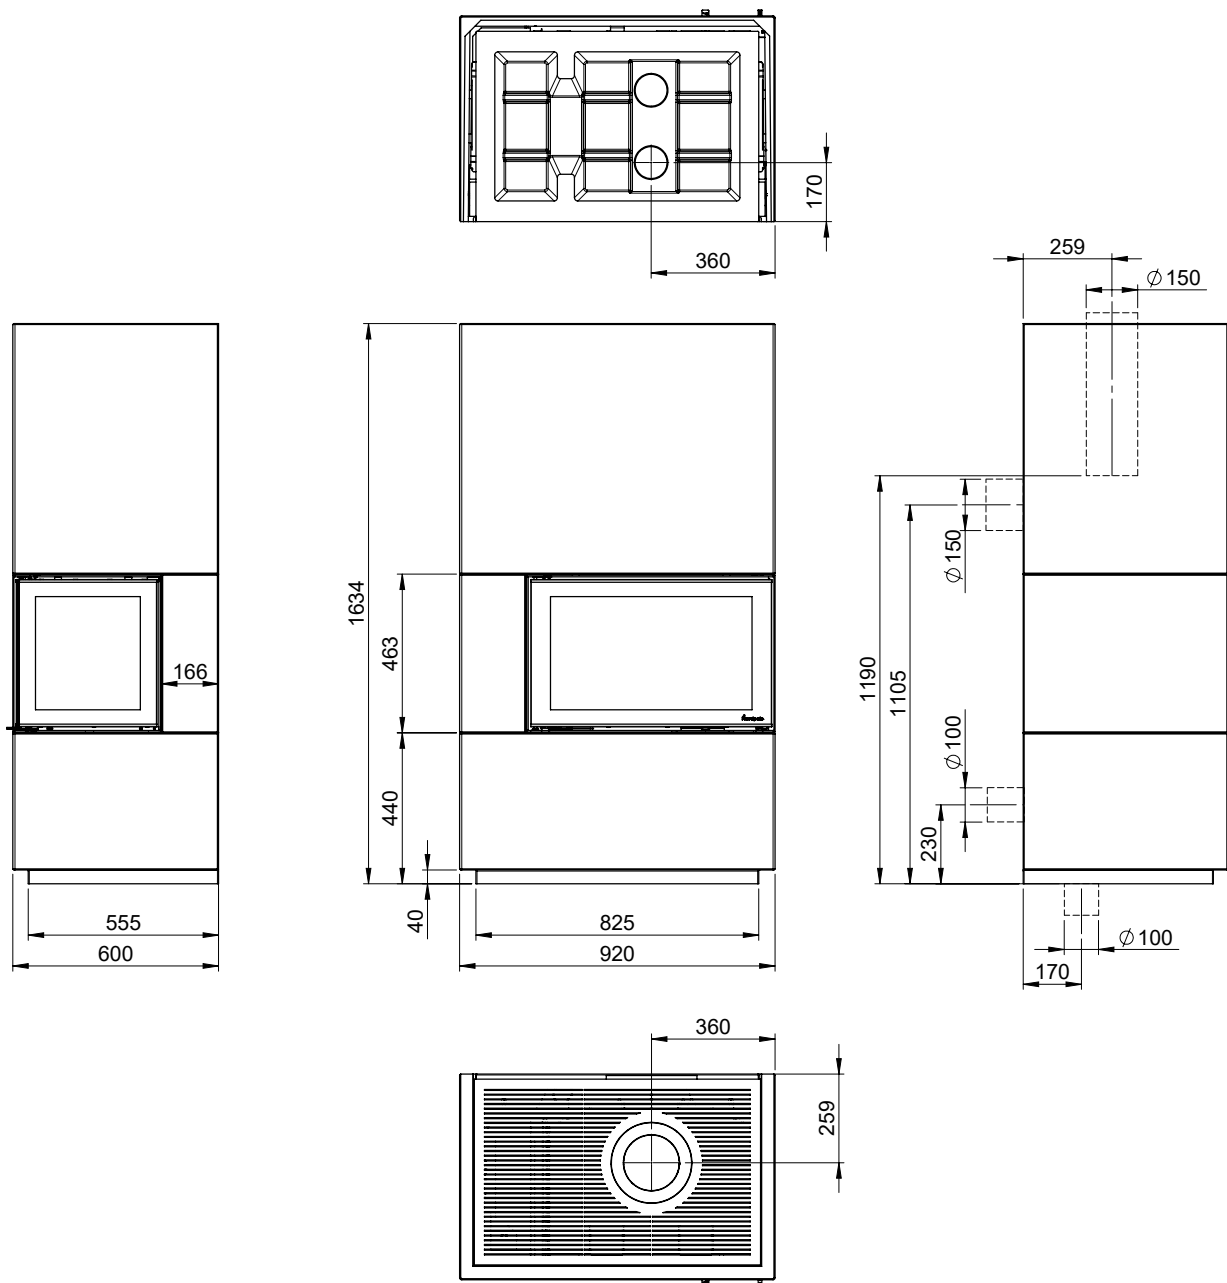

FIG 2
Sicherheitsabstand zu brennbarem Material (FIG 2)
Distances de sécurité (FIG 2)
* → FIG 2 B